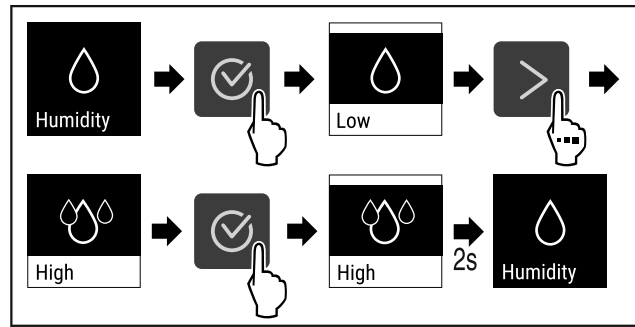

Fig. 94
- ▶ Εκτελέστε τα βήματα ενεργειών (βλέπε Fig. 94) .